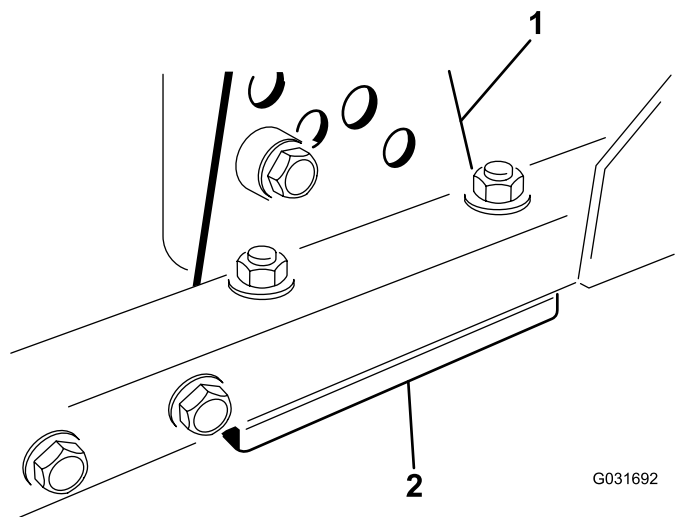

Figura 82
1. Togliete la staffa dell'altezza di taglio (anteriore, sinistra o destra) dal telaio del piatto di taglio (Figura 82).
2. Regolate gli spessori di 1,5 mm e/o 0,7 mm fra il telaio del piatto di taglio e la staffa per ottenere l'impostazione dell'altezza desiderata (Figura 82).